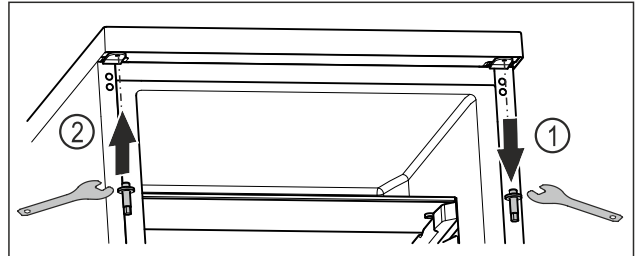

Fig. 19
- ▶ Выкрутите верхний болт ключом с наружным шестигранником. Fig. 19 (1)
- ▶ Затяните болт на противоположной стороне ключом с наружным шестигранником. Fig. 19 (2)